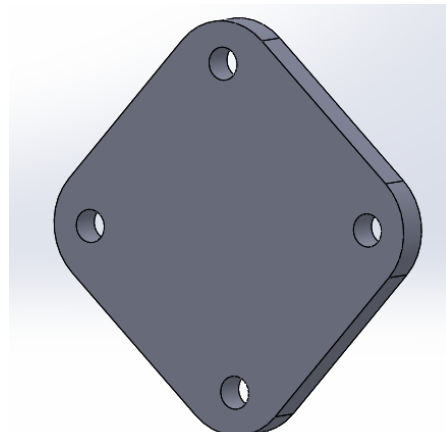

figure 7
7) Répéter l'opération précédente afin d'obtenir la pièce définie figure 7.